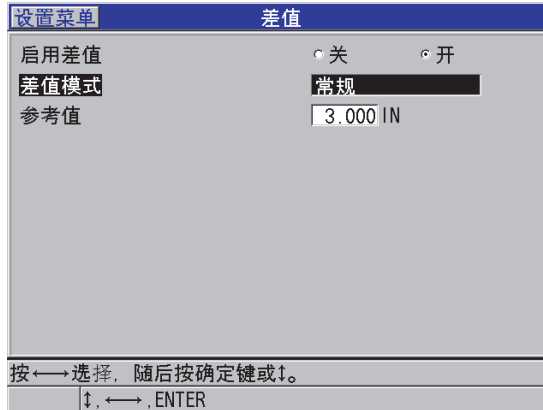

图 8-2 差值屏幕
3. 在**差值**屏幕上（参见第 123 页的图 8-2）：